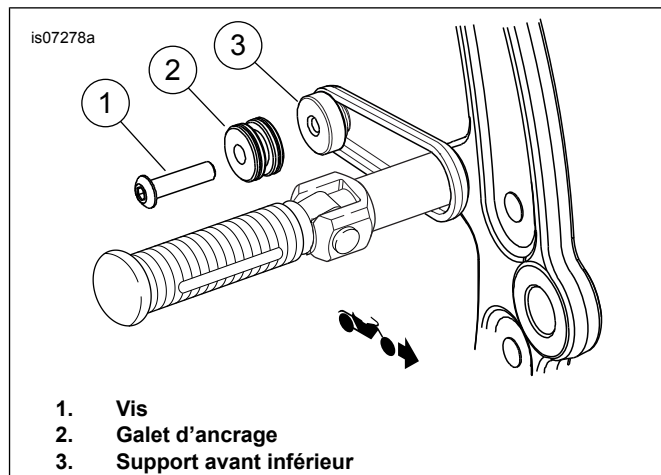

Figure 5. Galet d'ancrage inférieur avant (sans les autres accessoires amovibles)
1. Voir Figure 5. Installer l'ensemble de support de sacoche inférieur avant (3).
2. Installer le mini galet d'ancrage (2) sur la vis (1).
4. Installer la vis dans le trou fileté du support inférieur avant (3). Serrer la vis à un couple de 16,3–24,4 N·m (12–18 ft·lbs).